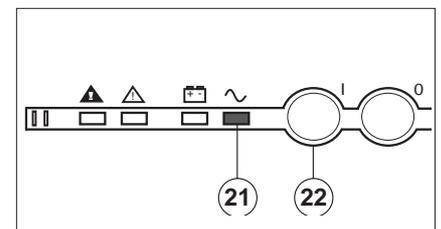

Fig.13
■ fermer l'interrupteur d'entrée (1) ;
■ fermer le disjoncteur batterie (4) ;
□ après quelques secondes, le voyant vert (21) "utilisation protégée" s'allume (figure 13), indiquant que Comet est en fonctionnement normal.
**Nota** : appuyer sur le bouton vert (22) "marche onduleur" si Comet a été configuré en "redémarrage manuel".